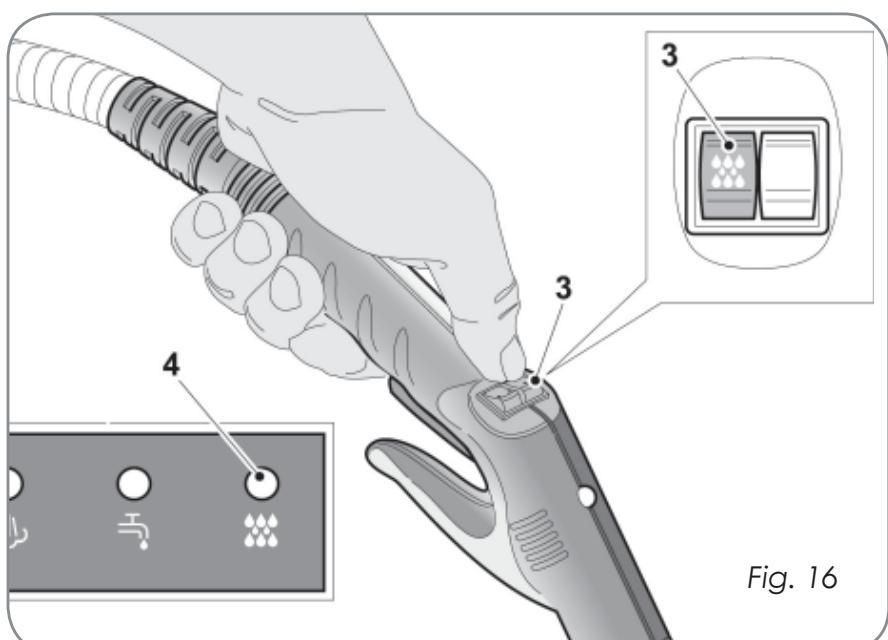

Fig. 16
Mantener pulsada la tecla (3 - Fig. 16) de la empuñadura para habilitar el suministro de agua; en el salpicadero se encenderá el indicador amarillo (4).